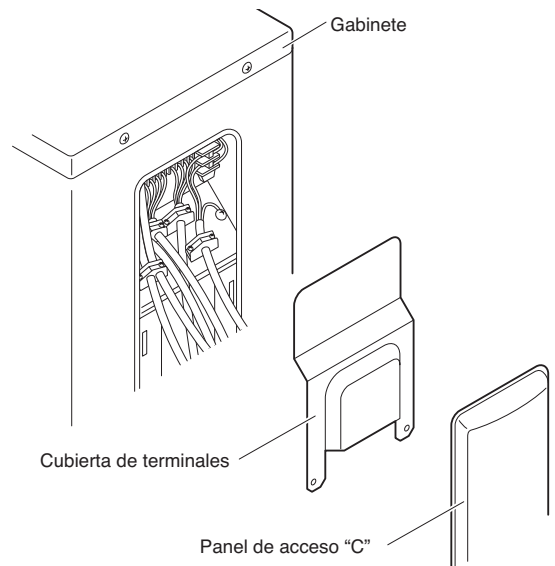

Fig. 32
- (1) Remueva el panel de acceso "C" y la cubierta de terminales. (Fig. 32)
- (2) Conecte el cableado inter-unidad y la línea de energía de acuerdo con el plano en el lado del panel.
- (3) Asegúrese que el tamaño de cada cable permita aproximadamente una longitud 10 cm mayor que la longitud requerida para el cableado. Almacene el exceso de cable dentro del panel.
- (4) Cuando se completan las conexiones, verifique que todas estén correctas como se indica en el diagrama del sistema de cableado en el lado del panel.
- (5) Asegúrese de conectar a tierra la unidad de acuerdo con sus códigos locales.